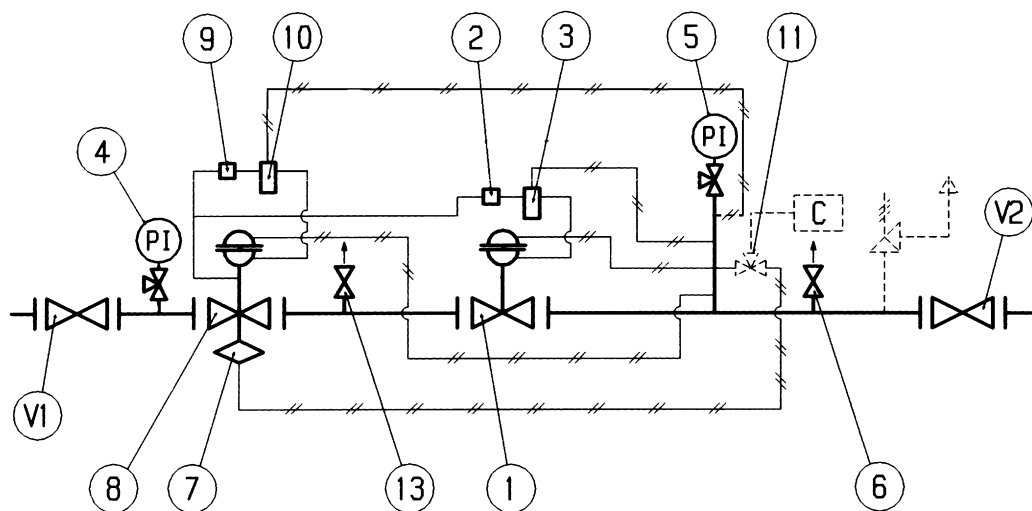

Fig. 17
6.3 PUESTA EN SERVICIO DEL REGULADOR, MAS EL REGULADOR MONITOR EN LÍNEA REFLUX 819 CON VALVULA DE BLOQUEO SB/82 (FIG. 17)
6.3 FUNCIONAMENTO DO REGULADOR COM MONITOR DE LINHA REFLUX 819 COM VÁLVULA DE BLOQUEIO SB/82 (FIG. 17)